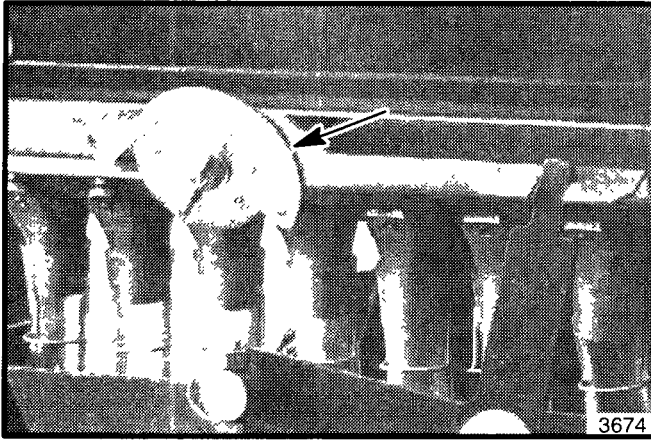

Abbildung 6. Saatgutzufuhreinstellung
- 3 Die Kurvenscheibe der Saatgutzufuhr am Kastenspeiser (siehe Abbildung 6) gemäß der "Saatgutzufuhrtabelle" an der Innenseite des Kastenspeiserdeckels einstellen. Den Kastenspeiser mit Saatgut auffüllen